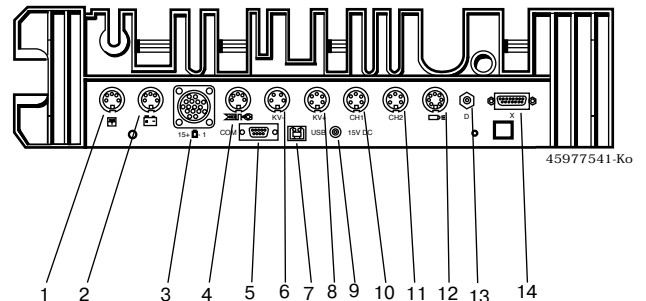

Рис. 4. Панель разъемов FSA 740:
2. Подключить датчики к соответствующим гнездам измерительного модуля (см. рис. 4). Токовые щанги на 30 А и на 1000 А, а также кабель с адаптером (номер заказа 1 684 465 513) подключаются только в случае необходимости.